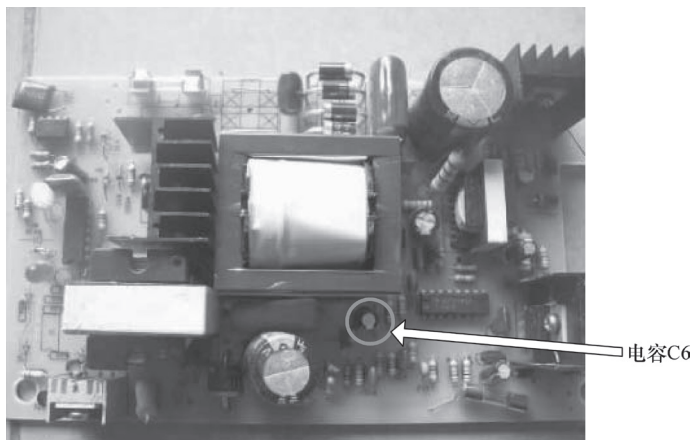

图 4-45 电容 C6
3) 对两管周围元器件进行测量，发现电阻 R22 烧坏断路。复测电容 C6（如图 4-45 所示）两端电阻，仍为零。用万用表  $R \times 1$  挡测量桥式整流二极管 VD1 ~ VD4，发现有 3 只二极管的正、反向电阻皆为零。